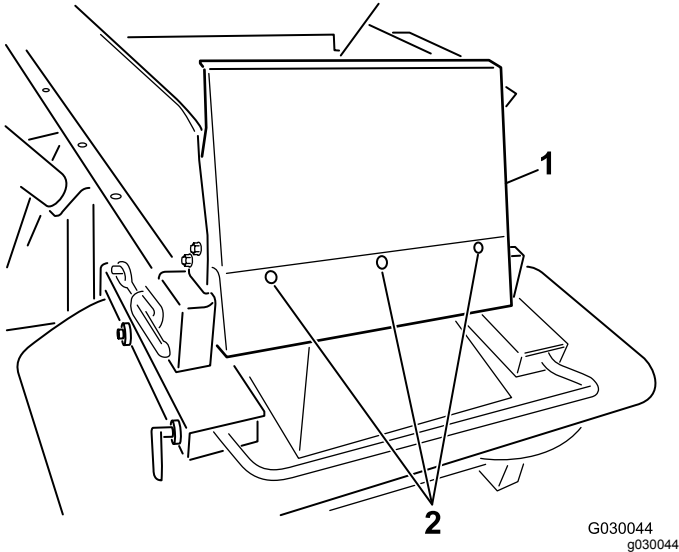

Bild 7
6. Befestigen Sie die Schutzvorrichtung des Füllkastens mit den mitgelieferten Halbrundschräuben ($\frac{1}{4}'' \times \frac{5}{8}''$) und Nylo Sicherungsmuttern (Bild 7).